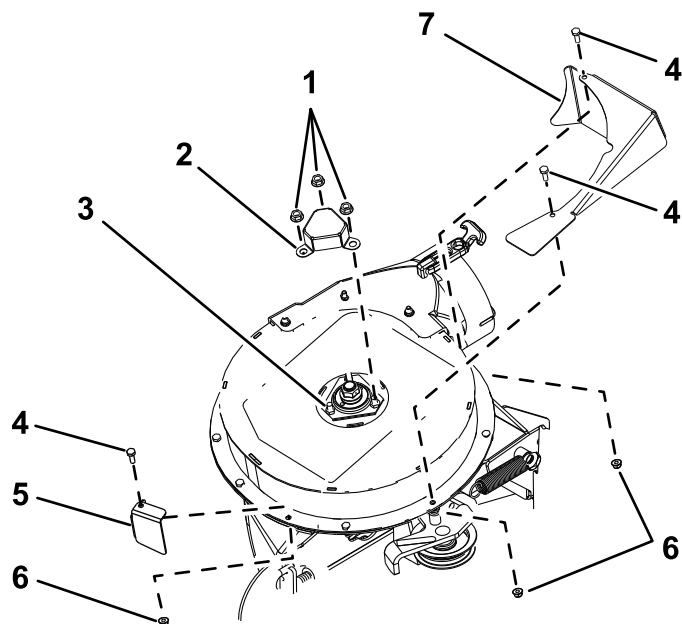

図 8
1. シャフトガードを、上ベアリングハウジングを固定している3本のボルトと3個のナットに合わせる 図 8。
2. シャフトガードをブローアに固定する 1 のステップ シャフトカバーと金具類を取り外す (ページ 4) で外した鋸歯ナット 3 個を使用する 図 8 を参照。
1. 前ガードを上ブローアハウジングに合わせる 図 8。
2. 前ガードを、上ブローアハウジングに取り付ける 3 のステップ シャフトカバーと金具類を取り外す (ページ 4) で取り外した六角ヘッドボルト 1/4 x 3/4 インチとロックナット 1/4 インチを使用する 図 8 を参照。
3. テンショナガードを上ブローアハウジングに合わせる 図 8。
4. テンショナガードを、上ブローアハウジングに取り付ける 3 のステップ シャフトカバーと金具類を取り外す (ページ 4) で取り外した六角ヘッドボルト 1/4 x 3/4 インチ 2 本とロックナット 1/4 インチ 2 個を使用する 図 8 を参照。